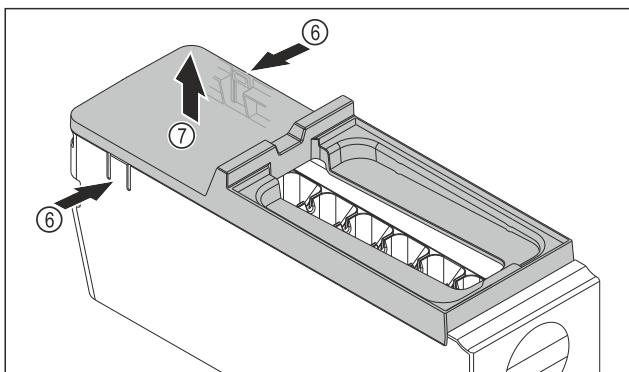

Fig. 105
- Abdeckung des EasyTwist-Ice-Körpers entnehmen: Laschen Fig. 105 (6) an den beiden Seiten des EasyTwist-Ice-Körpers mit einer Hand drücken.
- Abdeckung Fig. 105 (7) mit der anderen Hand nach oben entnehmen.